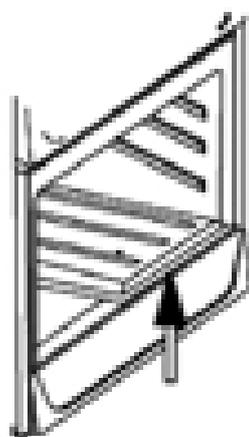

Figure 5
**b) Changement de l'injecteur du brûleur du four (Figures 5, 6, 7, 8)**